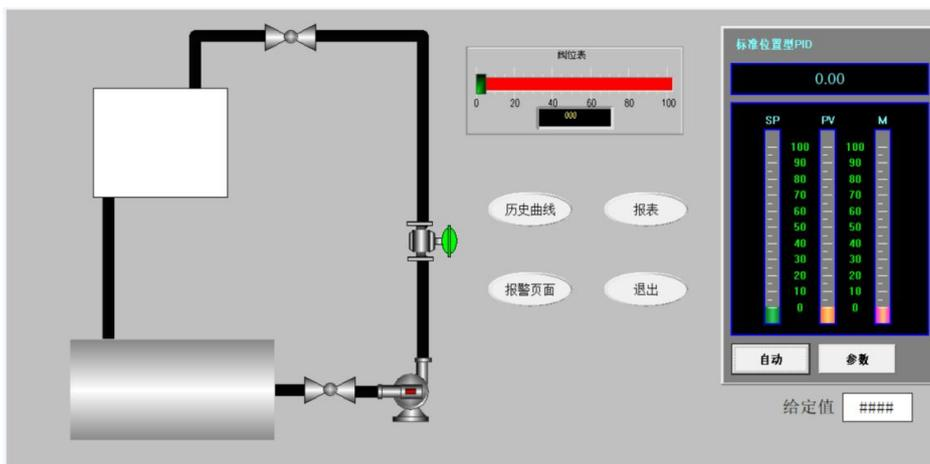

图 2-4-4 液位监控画面
⑧ 建立窗口 4，画面名称：报警窗口；显示宽度及画面宽度：1000；显示高度及画面高度：600；类型：弹出式；
⑨ 绘制液位监控窗口画面如图 2-4-4 所示；
⑩ 游标要求关联 LRC101MV，标签“阀位表”；
⑪ 各按钮大小相等，排列整齐；
⑫ 历史曲线使用 KvHTrend ActiveX Control 通用控件，显示液位曲线，颜色红色，X 轴显示时分秒，时间长度 5 分钟；